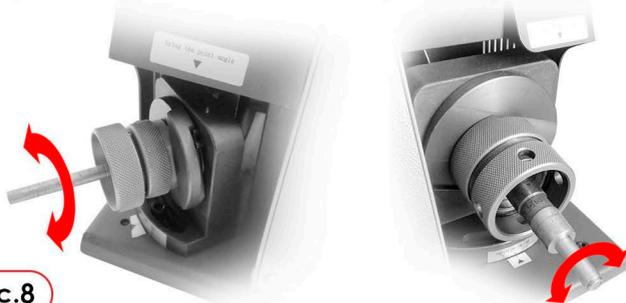

Рис.8
3. Наполовину вынув зажимной патрон из заточного узла, поверните его на 180 градусов и повторите операцию по заточке второй режущей кромки. (Рис. 8)